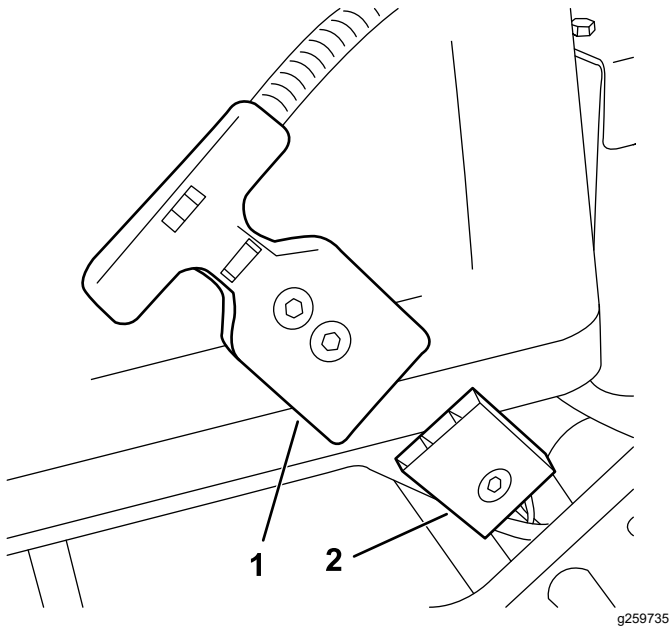

图 3
4. 将 T 形手柄接头拉离固定到电池托盘上的主电池电源接头图 3。
4. 将 T 形手柄连接至电池组接头图 3